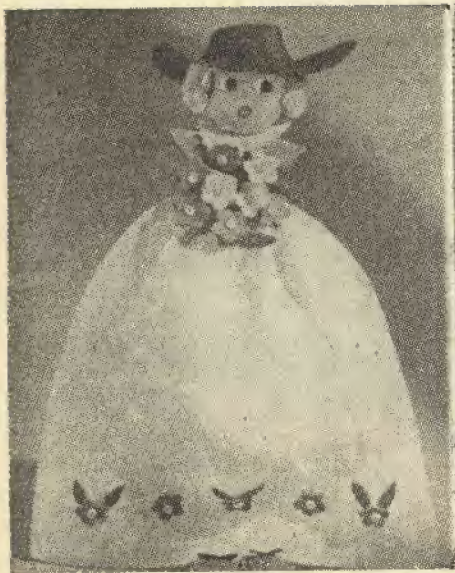

Fig. 4 - La signora della lavanda.
3. - curvare il metallo intorno a forme come quelle di figg. 5 e 6. Curve parziali debbono essere iniziate come in fig. 4 e possono essere eseguite con l'aiuto di un martello e su piccole, apposite incudini,